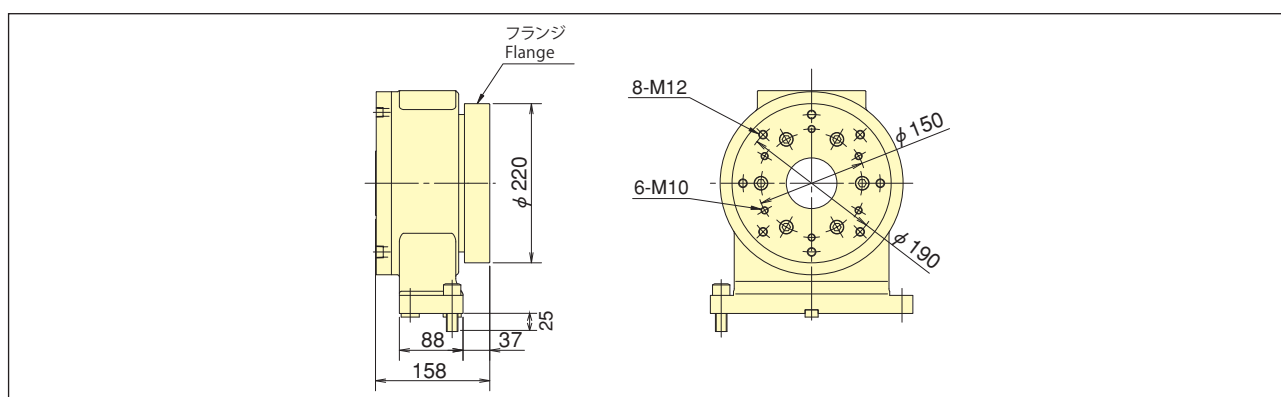
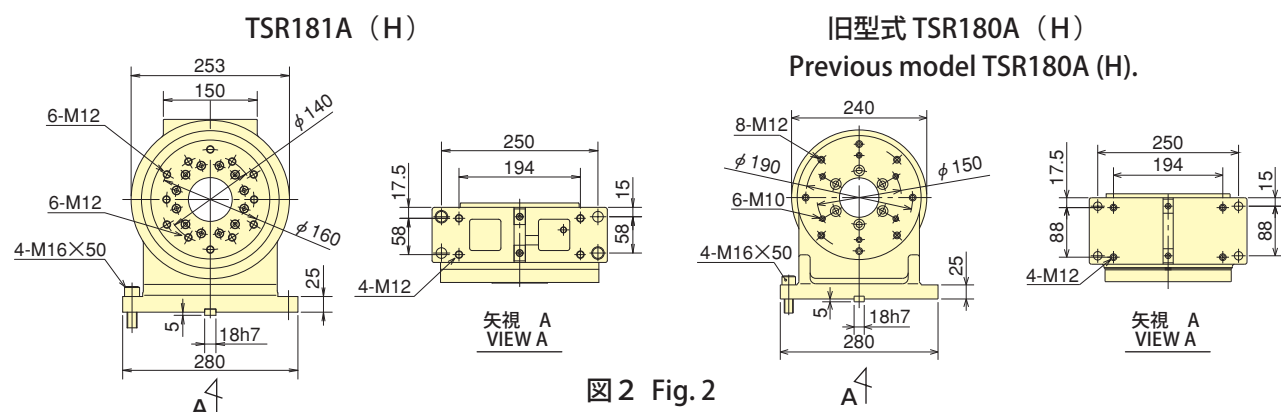

図1 Fig. 1
図2 Fig. 2
TSR181A (H) に、オプションのフランジ部品を取付けることで、旧型式TSR180A (H) のテーブル面の互換対応は可能です。(※図1) TSR181A (H) と旧型式TSR180A (H) では、本体取付け寸法が異なりますので、ご注意ください。(※図2) 詳細につきましては、各拠点の営業担当者におたずね下さい。
Compatibility of the Face plate for TSR181A (H) and previous model TSR180A(H) is available by mounting optional flange parts (※Fig. 1) Please note that the mounting dimensions for TSR181A (H) and previous model TSR180A (H) are different. (※Fig. 2) For more information please ask sales parson in your area.